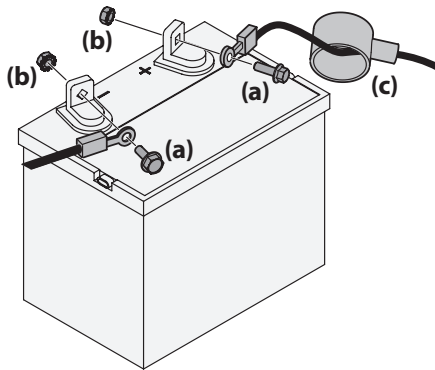

Figura 17
1. Retire la cubierta plástica, si está presente, del borne positivo de la batería. Conecte el cable rojo al borne positivo de la batería (+) utilizando el perno (a) y la tuerca hexagonal (b). Consulte la Figura 17.
2. Retire la cubierta plástica, si está presente, del borne negativo de la batería y conecte el cable negro al borne negativo de la batería (-) utilizando el perno (a) y la tuerca hexagonal (b). Consulte la Figura 17.
3. Coloque el capuchón de goma rojo (c) sobre el borne positivo (+) de la batería para protegerlo contra la corrosión. Consulte la Figura 17.